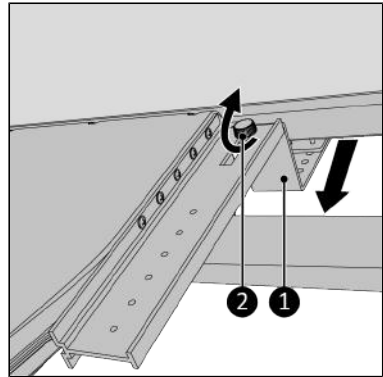

Abbildung 151.
9. Ziehen Sie die Halterung so weit wie möglich zu sich heran (Abbildung 151, Pos. 1) sodass diese richtig klemmt.
10. Ziehen Sie die Schraubkappe (Abbildung 151, Pos. 2) fest.